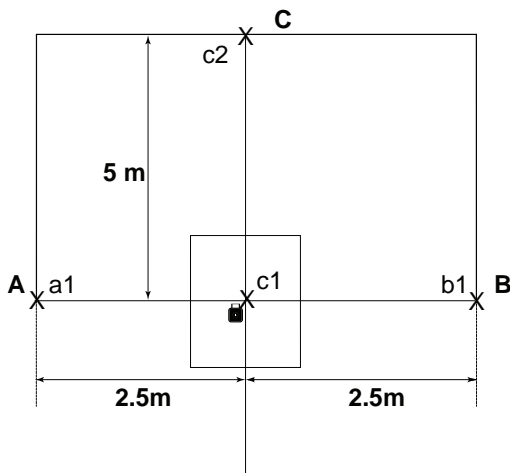

Figura 7
4) Marque o ponto c2 na parede frontal C, no centro da viga vertical (ver figura 7).